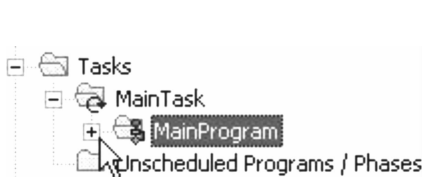

图 7-3 项目管理器列表
2. 在控制器项目管理器中单击 MainProgram 的“+”，以将其展开，如图 7-3 所示。